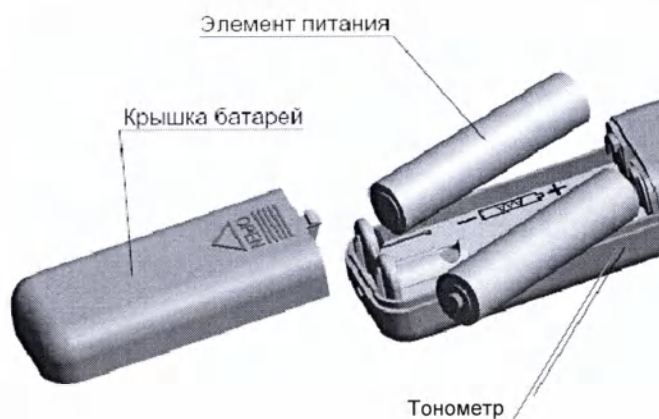

Рисунок 2 – Установка элементов питания
5.1.1 Установка элементов питания (смотри рисунок 2) производится следующим образом: